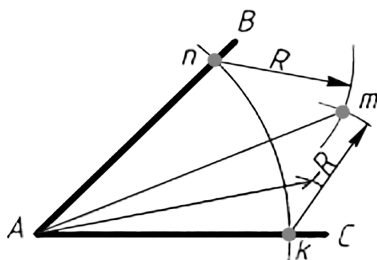

Рис. 45
*Деление угла на две и четыре равные части.* Для деления угла на 2 равные части из вершины угла А проводят произвольным радиусом дугу до пересечения со сторонами угла ВАС. Из полученных точек n и k проводят дуги радиусом R, несколько большим половины длины дуги nk, до взаимного пересечения в точке m. Вершину угла соединяют с точкой m прямой, которая поделит угол ВАС на равные части. Для деления угла на 4 равные части построения повторяют для углов ВAm и mАС (рис. 45).